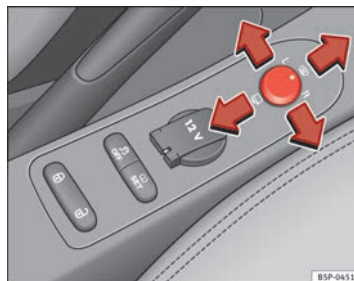

Abb. 91 Drehknopf für Außenspiegeleinstellung ►
1. Drehen Sie den Drehknopf $\Rightarrow$ Abb. 91 zunächst in Stellung **L (linker Außenspiegel)**.
- Drehen Sie den Drehknopf $\Rightarrow$ Abb. 91 in Stellung , um die Außenspiegel anzuklappen. Sie sollten die Außenspiegel immer anklappen, wenn Sie eine automatische Waschanlage durchfahren, um Beschädigungen zu vermeiden.